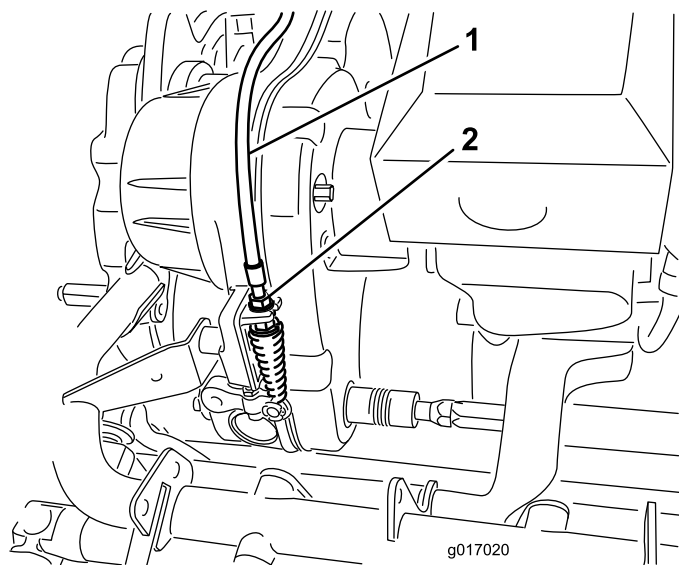

Рисунок 47
2. На переходнике трансмиссии отрегулируйте тросик управления барабаном (Рисунок 47) так, чтобы длина пружины составила 70,6–72,4 мм.